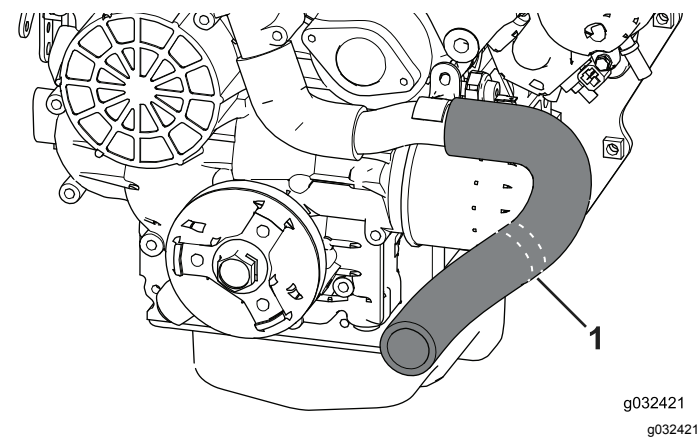

Figura 12
1. Localice y retire la manguera del radiador (Figura 12).
2. Utilice una herramienta de corte para cortar la manguera del radiador en las líneas de corte (Figura 12).